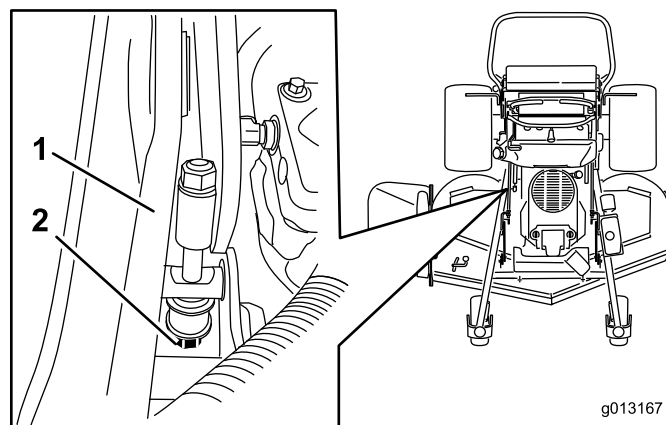

図 89
5. 測定値が正しくない場合には、機体右側にある刈高ロッドを探し出す（図 89）。
6. 調整ボルトを回してブレードの刃先が 7.6 cm になるように調整する（図 89）。